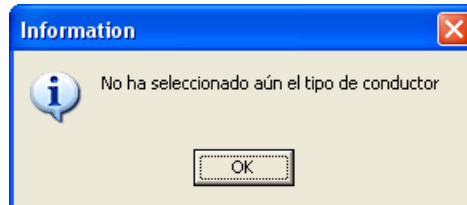

Figura 11.13.L
- Figura 11.13: no necesita comentario.